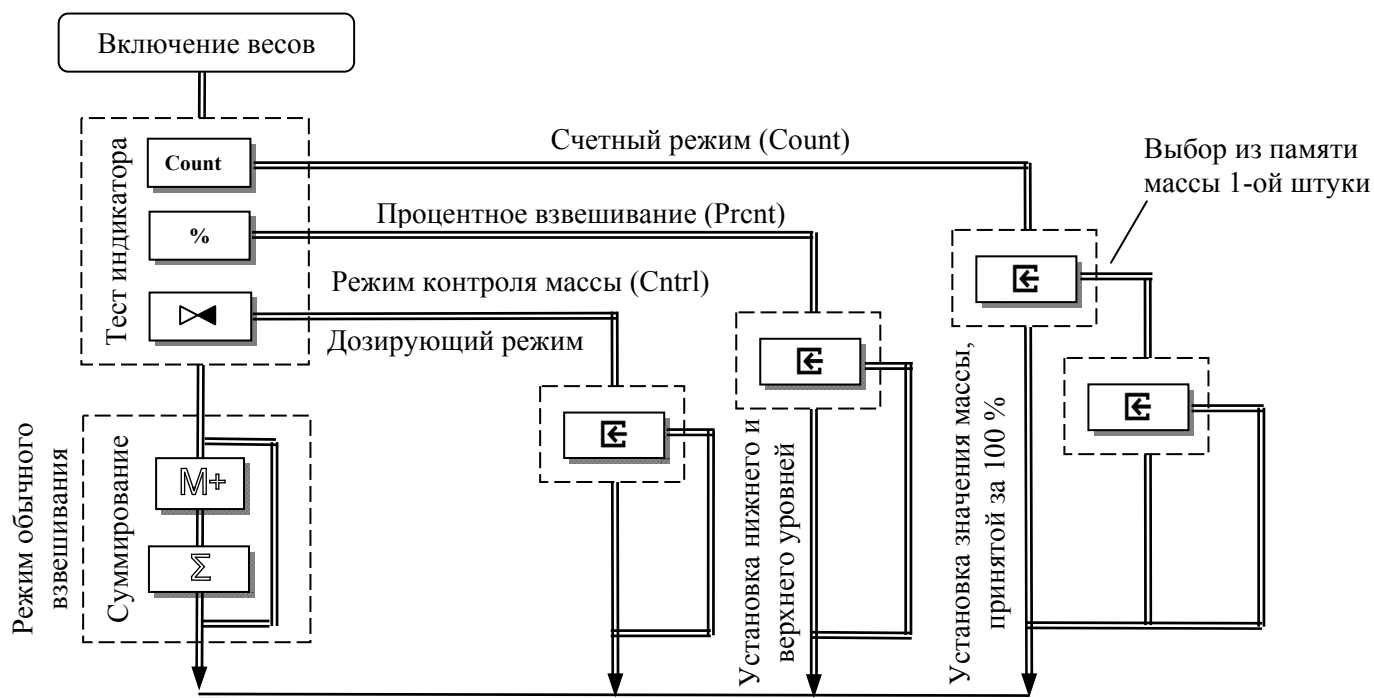

Рис. 7.1 - Диаграмма использования клавиатуры весов для выбора режимов работы
- Диаграмма управления весами при выборе режимов приведена на Рис. 7.1.
Выбор режима работы осуществляется в момент прохождения теста индикатора после включения питания весов нажатием и удержанием около 3-х секунд одной из 3-х кнопок (Рис. 7.1) до появления на индикаторе сообщения, соответствующего выбранному режиму: